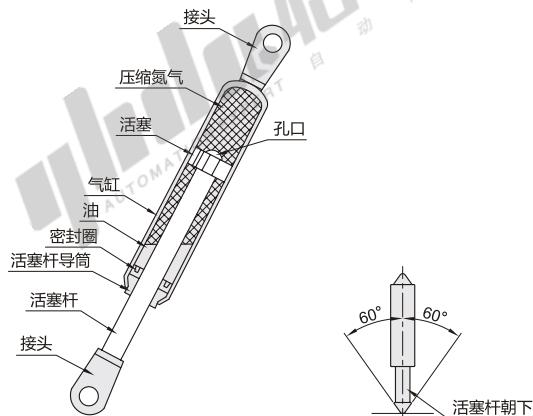

图1
2. 氮气弹簧活塞杆必须向下位置安装（图1）不得倒装，这样可以保证内部油能始终保护橡胶密封件，达到减低摩擦和确保最好的阻尼质量效果。